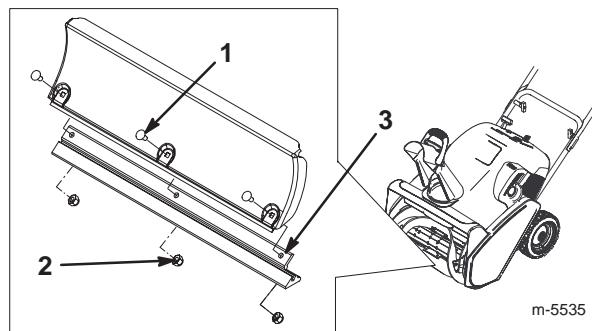

Figure 22
- Enlevez les trois vis de carrossier et les contre-écrous de fixation de la lame racleuse (Fig. 22).